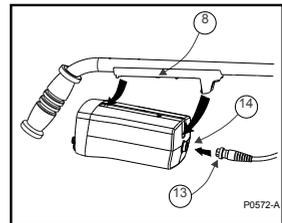

Figura 5 - Montaje de la caja de control en el eje
a) Coloque la caja de control de forma que quede (1) alineada con el borde de ataque del clip de montaje (8). Presione hacia arriba la sección delantera de la caja de control hasta que se oiga un clic, indicando que está segura en su sitio (figura 5).
- b) Introduzca la abrazadera de plástico negra de la caja de control (8).
- d) Enganche la caja de control en la abrazadera de montaje posterior (figura 5).
- f) Conecte el conector del plato (13) en la conexión (14) en la parte posterior de la caja de control.